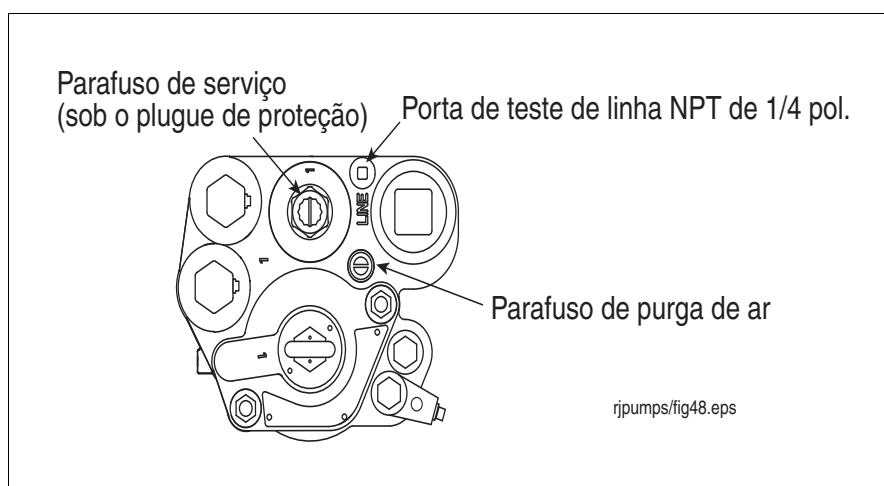

Figura 41. Posicionamento da porta de teste da linha da bomba
- A pressão pode ser observada usando um manômetro conectado à válvula de impacto ou à porta de teste de linha da bomba (consulte a Figura 41).
2. Remova e guarde o plugue de proteção sobre o parafuso de serviço e gire o parafuso no sentido horário (consulte a Figura 41). À medida que o parafuso se aproxima da posição inferior, você ouvirá a despressurização do sistema. Continue girando o parafuso até que ele não possa mais avançar. Quando o parafuso estiver totalmente abaixado, dê 4 voltas para trás no parafuso para levantar a válvula de retenção e permitir que o combustível seja drenado para fora das cavidades hidráulicas do manifold. Continue girando o parafuso até o final no sentido anti-horário. Quando o parafuso estiver quase levantado, a válvula de retenção se posicionará corretamente.
3. Remova o plugue da porta de teste da linha (consulte a Figura 41) e conecte o medidor de teste.
4. Abra o parafuso de purga de ar de 2 a 3 voltas no sentido anti-horário (consulte a Figura 41).
2. Remova e guarde o plugue de proteção sobre o parafuso de serviço e gire o parafuso no sentido horário (consulte a Figura 41). À medida que o parafuso se aproxima da posição inferior, você ouvirá a depressurização do sistema. Continue girando o parafuso até que ele não possa mais avançar.